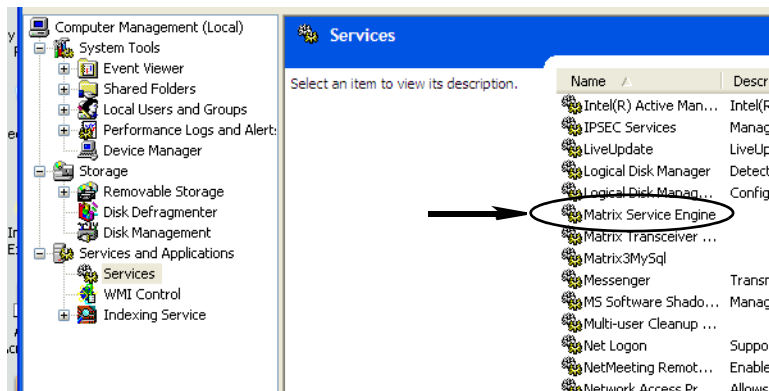

FIG. 37
- d. Haga doble clic en el Motor del sistema de Matrix de la lista de servicios (FIG. 37).